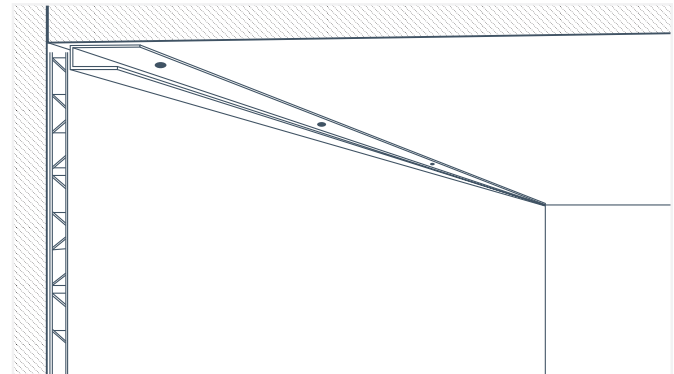

Fig. 20
1. Comience instalando la J Trim alrededor del perímetro del techo. Coloque la moldura contra los paneles de la pared con el canal orientado en dirección opuesta a ella. Asegúrese de que quede bien ajustada a la esquina y luego fíjela al techo (Fig. 20).